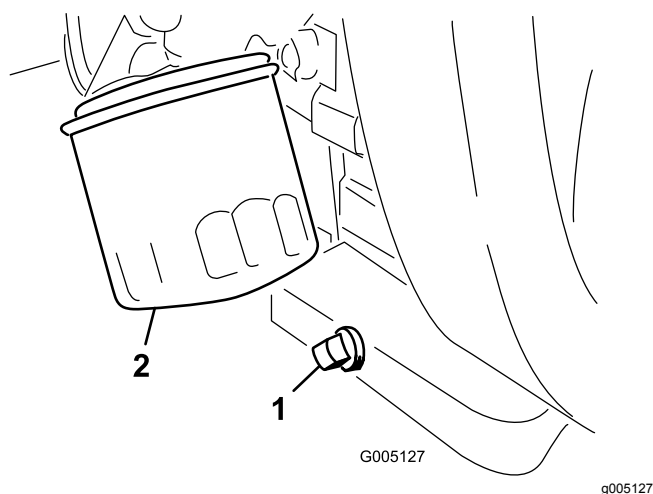

Figure 30
1. Retirez le bouchon de vidange (Figure 30) et laissez couler l'huile dans un bac de vidange.
2. Nettoyez le filetage du bouchon de vidange, enduisez-le de produit d'étanchéité au PTFE et remettez le bouchon en place (Figure 30).
3. Déposez le filtre à huile (Figure 30).